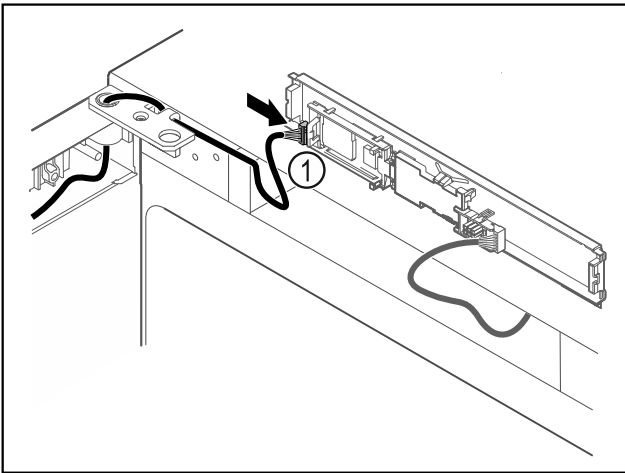

Fig. 65
- ▶ Встановити штекер Fig. 65 (1) на плиті.